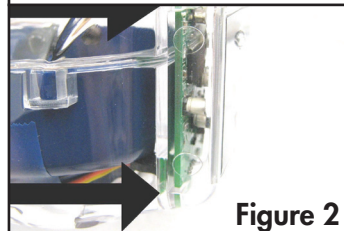

Figure 2
2)(Figure 2) Faites glisser la plaque arrière et la carte de circuit imprimé dans la coque gauche pour éviter la cassure du bouton d'alimentation de la carte. La coque présente longue fente renfermant la plaque arrière. En outre, on peut noter la présence de 2 encoches aux coins de la cavité permettant de recevoir le circuit électronique. Assurez-vous que cette carte soit parfaitement adossée aux 2 encoches.